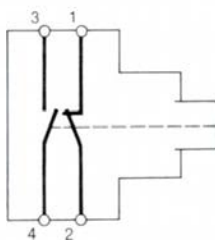

fig. 8 - 1 contact à ouverture + 1 contact à fermeture.
- 1 contact à ouverture + 1 contact à fermeture : raccordement du contact à ouverture entre 1 et 2 (arrêt), raccordement du contact à fermeture (marche) entre 3 et 4. Voir fig. 8,